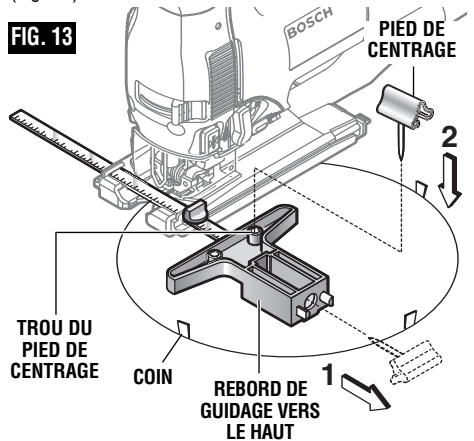

FIG. 13
3. Montez le guide de manière à scier avec le rebord de guidage tourné vers le HAUT comme indiqué (Fig. 13).
Conseil pratique : Procédez lentement de sorte que la lame reste bien droite dans le trait de coupe. Insérez des petits coins de bois dans le trait de coupe (comme l'indique la Fig. 13), pour empêcher le disque intérieur de se décentrer quand vous serez sur le point de terminer la coupe.